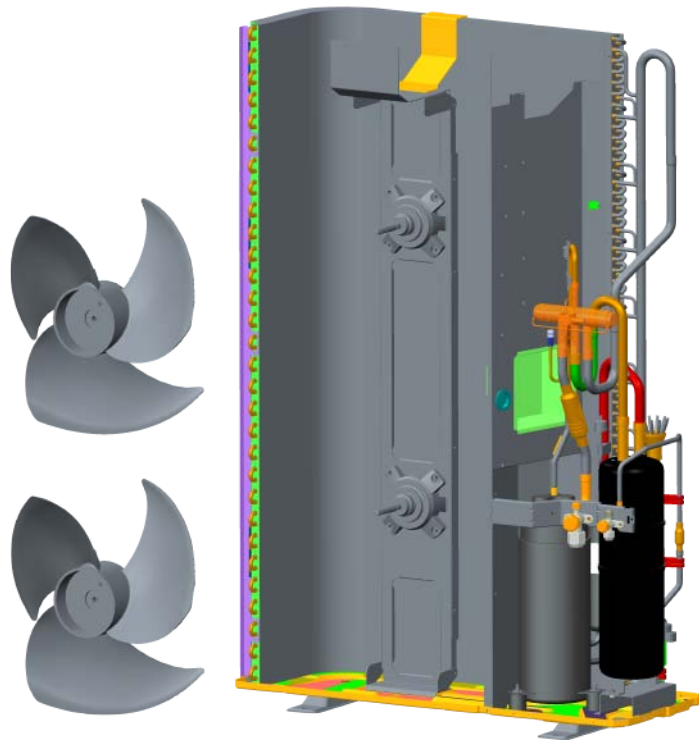

Fig. 9
- Aflojar las tuercas de bola y sacar las aspas del ventilador (Fig. 9)